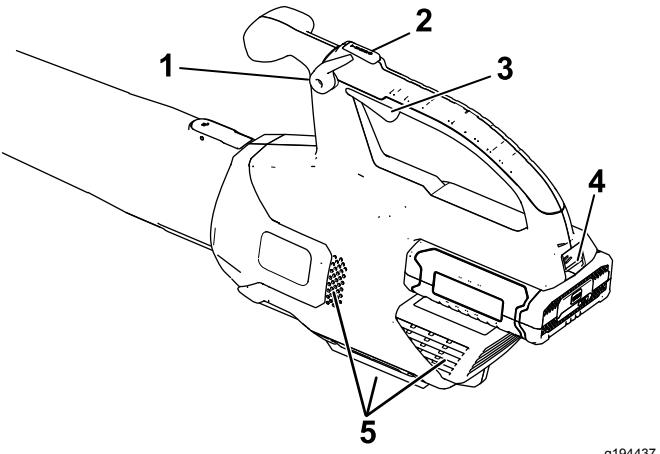

Bild 4
2. Drücken Sie den Abzug für variable Geschwindigkeit, um den Laubbläzer anzulassen (Bild 4).
Hinweis: Aktivieren Sie die Geschwindigkeits sperre, damit die Maschine läuft, ohne dass Sie den Abzug für die variable Geschwindigkeit drücken müssen (Bild 4).
Halten Sie die Turbotaste für die gewünschte Dauer gedrückt, um die Gebläsegeschwindigkeit zu erhöhen (Bild 4).
Stellen Sie mit dem Abzug für die variable Gebläsestärke die Luftgeschwindigkeit ein (Bild 4).
Aktivieren Sie die Geschwindigkeitssperre, um die aktuelle Gebläsestärke beizubehalten (Bild 4).
Deaktivieren Sie die Geschwindigkeitssperre (falls verwendet) und lassen Sie den Abzug für die variable Geschwindigkeit los, um den Laubbläzer abzustellen (Bild 4).